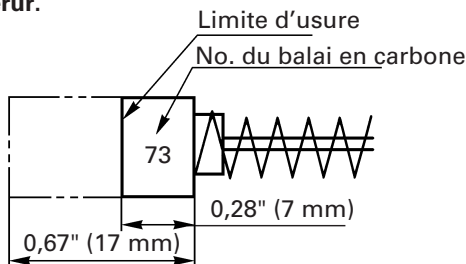

Fig. 18
4. Contrôle des balais en carbone (Fig. 18)
REMARQUE: Utiliser le balai en carbone HITACHI No. 73 indiqué sur la Fig. 18.